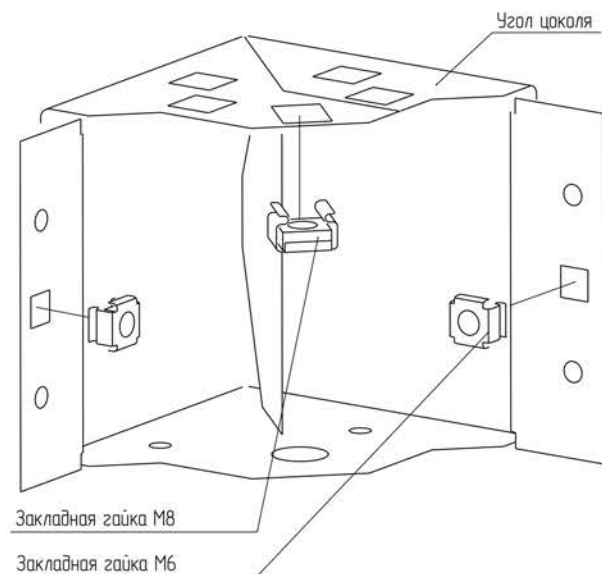

Рисунок 1
4.1.2 Установить на каждый угол цоколя две закладные гайки М6 и одну – М8 (рисунок 1).